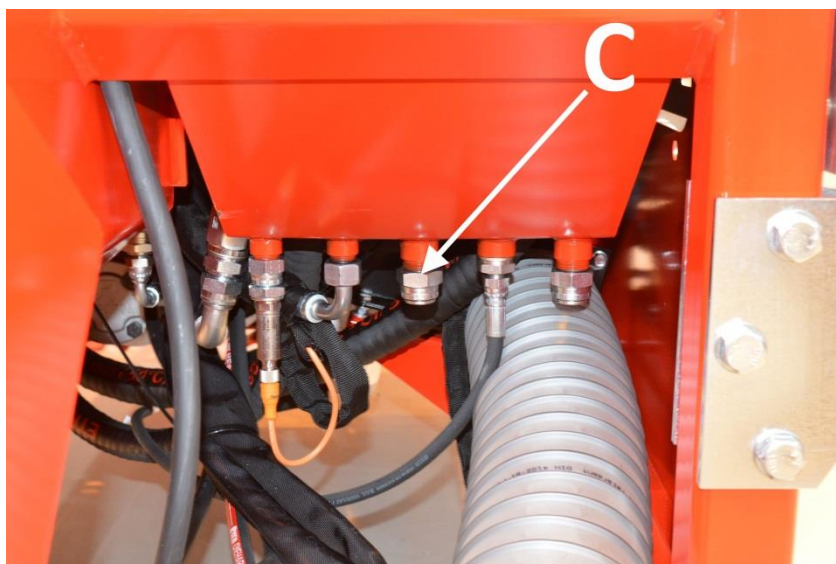

Bild 31.
4. Öppna tömproppen C på bild 31 och tappa den gamla hydrauloljan i ett lämpligt kärl.